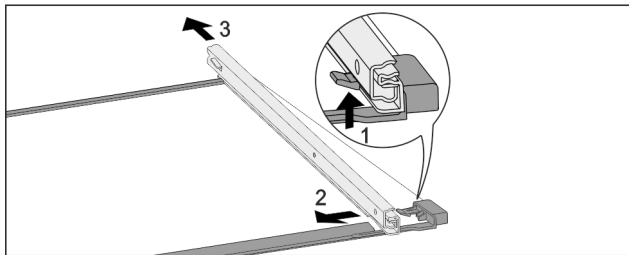

Fig. 142 Glasplatte mit Schienen
- ▶ Vorderen Rasthaken nach oben drücken. Fig. 142 (1)
- ▶ Auszugsschiene zur Seite Fig. 142 (2) und nach hinten Fig. 142 (3) wegschieben.